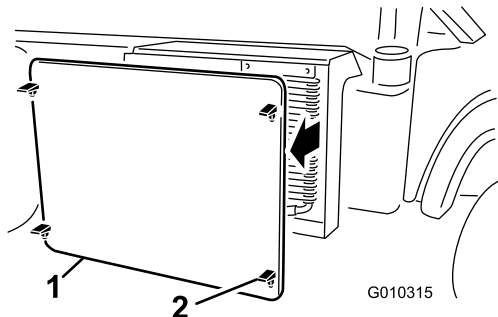

図 53
5. ラジエタースクリーンのラッチを外して、ラジエター前面から外す 図 53。